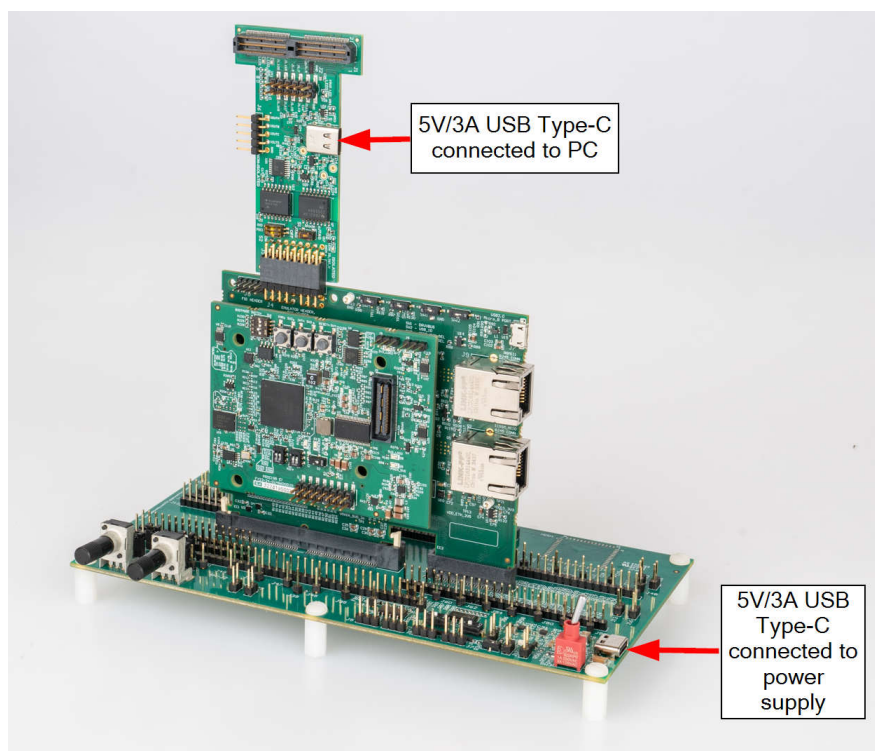
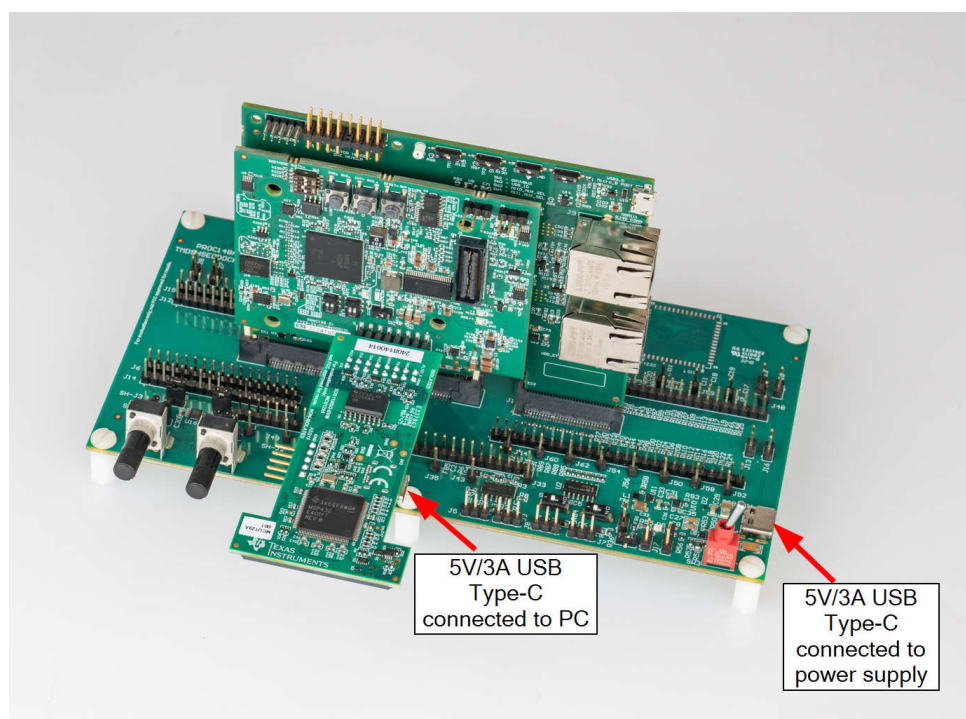

图 2-2. AM26x controlCARD 向后兼容性配置 - XDS110ISO 连接到 HSEC180ADAEVM-AM2 J4
图 2-3. AM26x controlCARD 向后兼容性配置 - XDS110ISO 连接到 controlSOM J7
- 将 XDS110ISO-EVM 连接到 HSEC-180 适配器板 (图 2-2) 的连接器 J4 或 controlSOM 的 J7 (图 2-3)。